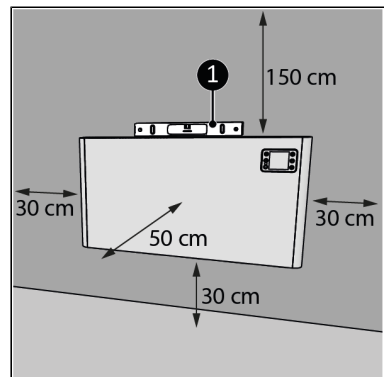

Abbildung 43.
1. Stellen Sie das Gerät auf eine vertikale und feste Oberfläche. Verwenden Sie beim Aufstellen des Geräts eine Wasserwaage (Abbildung 43, pos. 1).
2. Platzieren Sie das Gerät mit einem Mindestabstand (Abbildung 43) von: